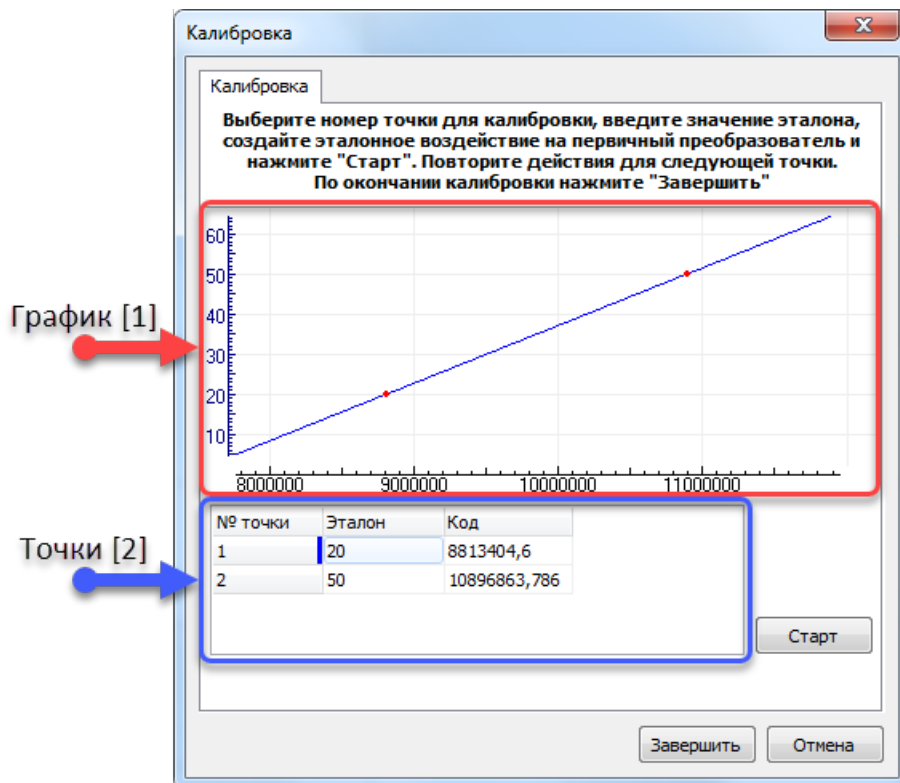

Рисунок 52. Вкладка "Калибровка"
- Если процесс измерения кода для выбранной точки не запущен, то график показывает зависимость значения параметра от получаемого кода (если введённые в соответствующие поля данные корректны, Рис. 52).